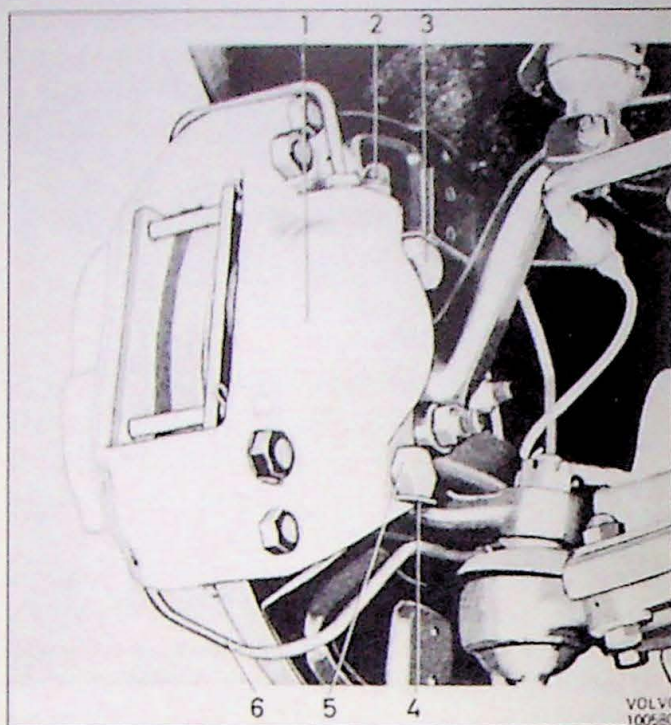
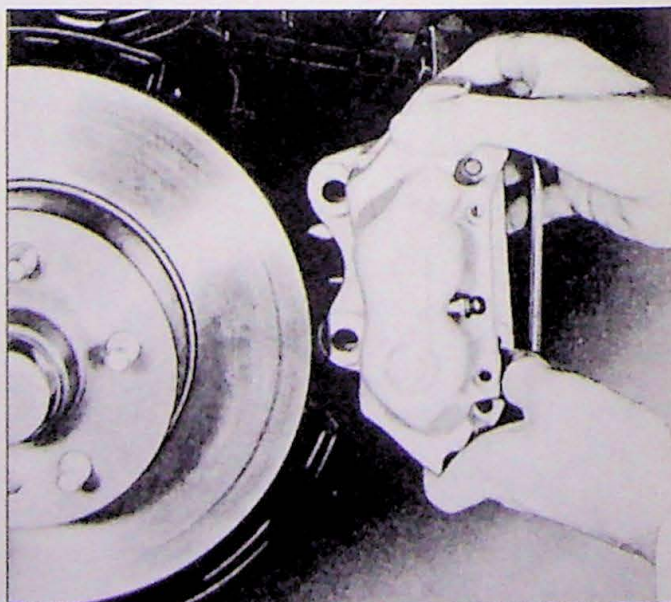

Fig. 11.2. Voorwielrem.
Fig. 11.3. Demontage van remklauw
3. Maak de remleiding los (of remleidingen, afhanke-lijk van welke uitvoering het betreft) van de rem-slang en de houder. Vouw het borgplaatje recht (4, Fig. 11.2) als dat is gemonteerd. Verwijder de bevestigingsbouten (5) en neem de remklauw weg (Fig. 11.3).
1. Zet de remklauw op zijn plaats. Controleer daarbij of de pasvlakken schoon en onbeschadigd zijn omdat het van het grootste belang is dat de remklauw in de juiste positie komt. De positie kan worden gecontroleerd door de afstand te meten tussen de schijf en de steun van de remklauw. Axiaal is een afwijking toegestaan van maximaal 0,25 mm. De positie kan worden afgesteld met behulp van vulplaatjes. Monteer de bevestigingsbouten met behulp van een paar druppels Locktite type AV bij de latere uitvoering (Fig. 11.2). Bij de vroegere uitvoeringen wordt gebruik gemaakt van een borgplaatje. Controleer of de remschijf gemakkelijk kan draaien tussen de remblokken.